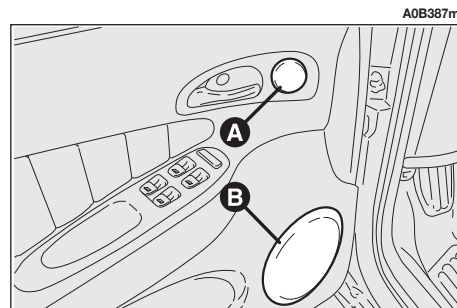
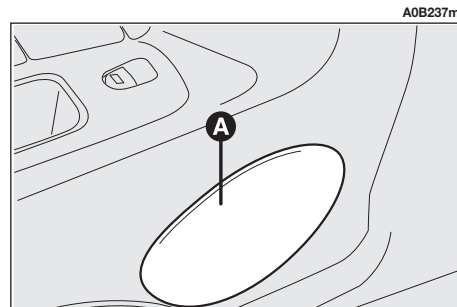

fig. 174
fig. 175
– N° 2 tweeter (**A-fig. 174**) della potenza di 30W;
– N° 4 diffusori (**B-fig. 174**) e (**A-fig. 175**) con diametro 165 mm (2 anteriori e 2 posteriori) della potenza di 40W.